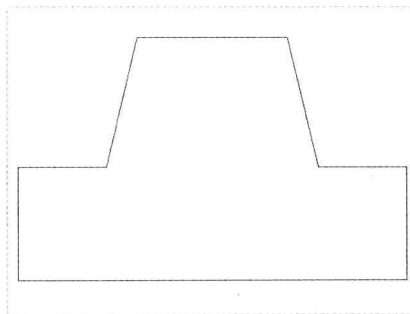

图 3-12 延伸草图
Step 04 在绘图区最左侧的倾斜直线和上方的水平直线上依次单击鼠标左键，即可延伸草图，如图 3-12 所示。